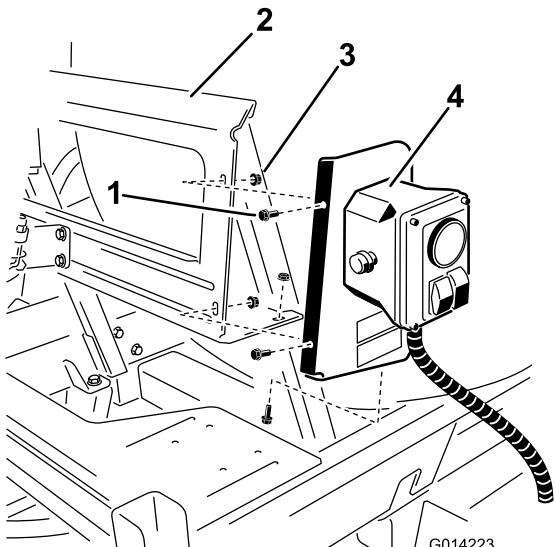

Figura 8
- Montate il gruppo sulla staffa di montaggio servendovi di 3 bulloni (1/4 x 5/8 poll.) e 3 dadi di bloccaggio (1/4 poll.) come illustrato in Figura 8.